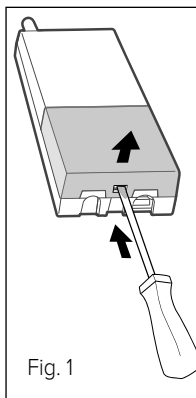

Fig. 1
- Deschideți capacul apăsând ușor pe limba din partea de jos a repetorului (Fig.1).